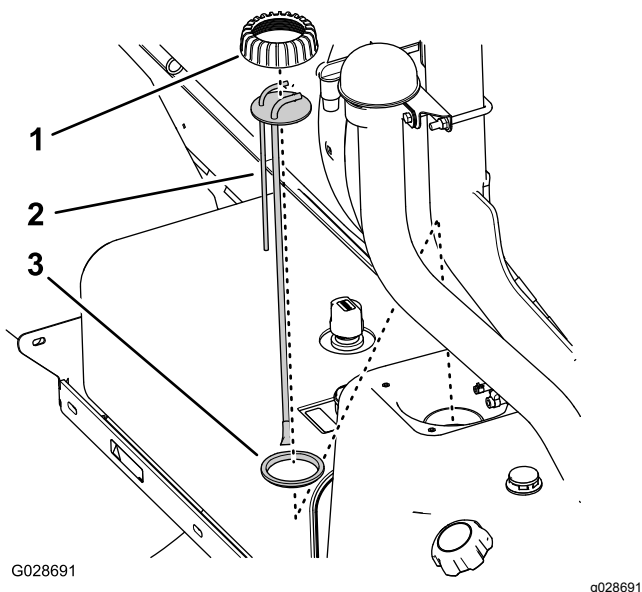

Figura 58
5. Rode a tampa da coluna de alimentação no sentido contrário ao dos ponteiros do relógio para retirar a tampa (Figura 58).
- Levante a coluna de alimentação do depósito de combustível (Figura 58).
- Monte a tampa da coluna de alimentação por cima da coluna de alimentação e a coluna de alimentação no vedante como se mostra na (Figura 58).
- Alinhe a tampa, coluna de alimentação e vedante no depósito e insira, cuidadosamente, o novo conjunto da coluna de alimentação no depósito de combustível (Figura 58).
- Enrosque a tampa no tubo do depósito de combustível e aperte bem a tampa à mão (Figura 58).